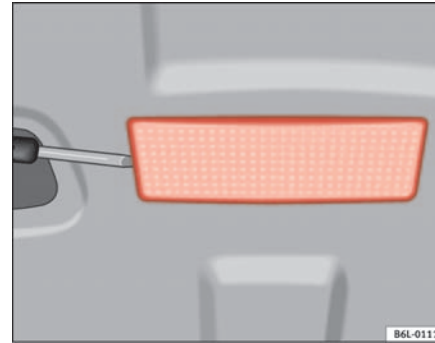

Abb. 155 Gepäckraumleuchte
- Das flache Ende eines Schraubenziehers in den Spalt auf der linken Seite einführen ⇒ Abb. 155.